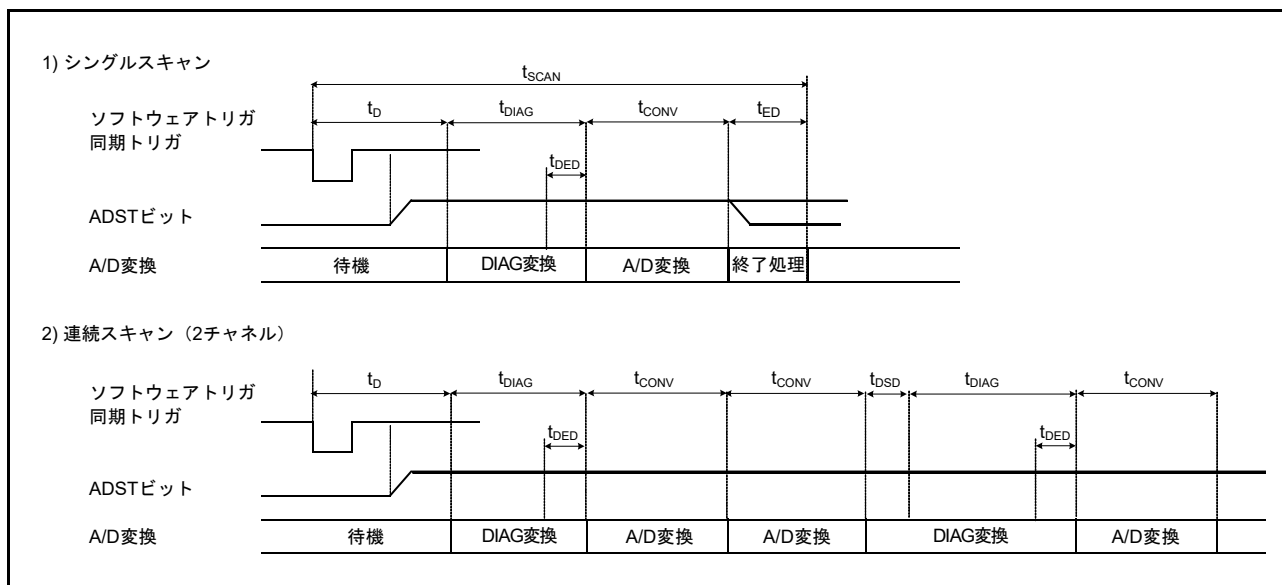
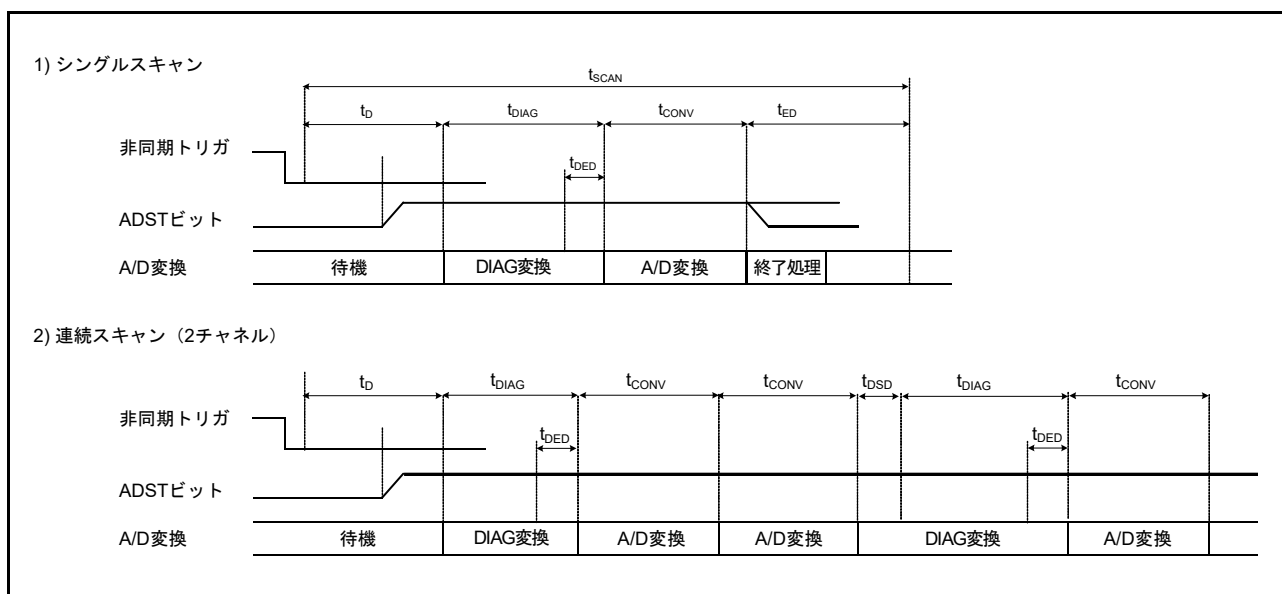

図 35.24 スキャン変換のタイミング (ソフトウェア起動、同期トリガ入力 (ELC) 起動の場合)
図 35.25 スキャン変換のタイミング (非同期トリガ入力 (ADTRG0) 起動の場合)
図 35.24 に、ソフトウェアトリガまたは同期トリガ (ELC) 起動によりスキャン変換を行う場合のタイミングを示します。また、図 35.25 に、非同期トリガ (ADTRG0) 起動によるスキャン変換を行う場合のタイミングを示します。スキャン変換時間 (t_{SCAN}) はスキャン変換開始遅延時間 (t_D)、断線検出アシスト処理時間 (t_{DIS}) (注 1)、自己診断変換時間 (t_{DIAG} および t_{DSD}) (注 2)、A/D 変換処理時間 (t_{CONV})、スキャン変換終了遅延時間 (t_{ED}) を含めた時間となります。
- 注 1. t_D 、 t_{SPLSH} 、 t_{DIAG} 、 t_{CONV} 、 t_{ED} の各タイミングについては、図 35.24、図 35.25 を参照してください。